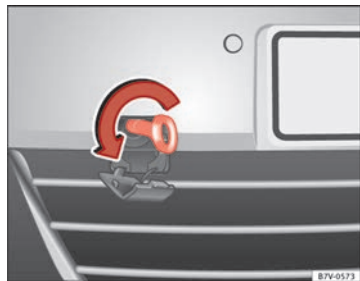

Fig. 221 Nella parte destra del paraurti anteriore: Avvitare l'occhiello di traino.
La sede dell'occhiello di traino avvitato si trova nella parte destra del paraurti anteriore ⇒ fig. 221.
- Avvitare completamente l'occhiello di traino **in senso antiorario** ⇒ fig. 221 ⇒ ⚙️. Utilizzare un oggetto idoneo per avvitare saldamente l'occhiello di traino nella sua sede.